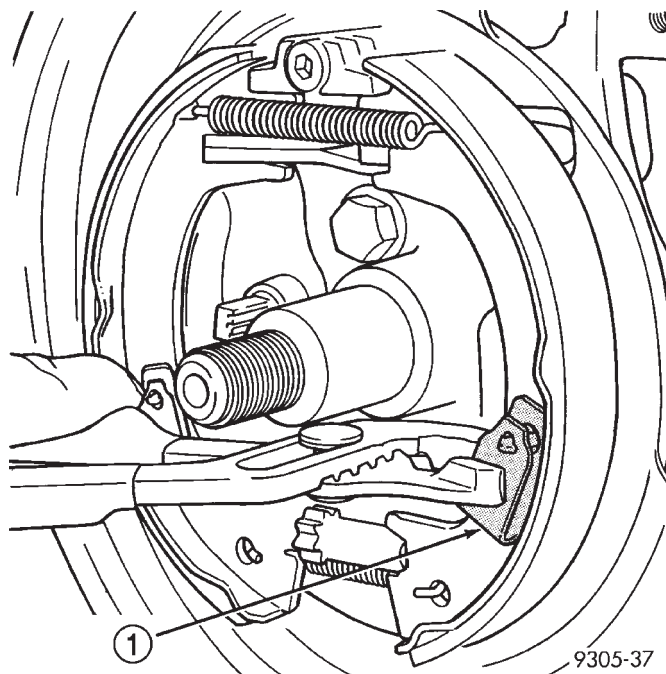
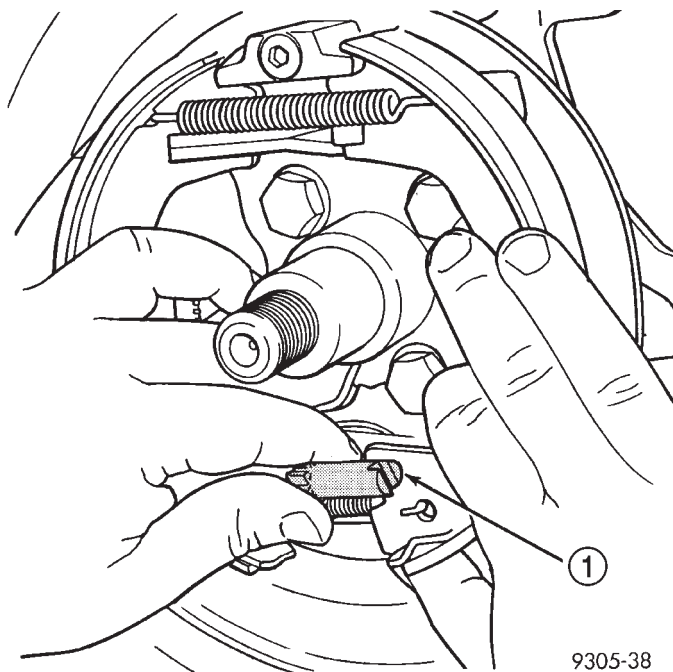

Fig. 22 Collarín de sujeción de zapata de freno trasero
Fig. 23 Conjunto de ajustador de zapata de freno de estacionamiento
- (1) Eleve el vehículo. (Consulte LUBRICACION & MANTENIMIENTO/ELEVACION - PROCEDIMIENTO CONVENCIONAL).
- (2) Retire el conjunto de llanta y neumático trasero del vehículo. (Consulte el grupo 22 - NEUMATICOS/LLANTAS - DESMONTAJE).
- (3) Retire el conjunto de calibrador de freno de disco trasero del rotor de freno y consérvelas fuera de la zona de trabajo. (Consulte el grupo 5 - FRENOS/HIDRAULICOS/MECANICOS/PASTILLAS DE FRENO/ZAPATAS - DESMONTAJE).
- (4) Retire el rotor de freno trasero. (Consulte el grupo 5 - FRENOS/HIDRAULICOS/MECANICOS/ROTORES - DESMONTAJE).
- (5) Retire la cubierta guardapolvo de la maza y cojinete traseros.
- (6) Retire la tuerca de retención y la arandela del conjunto de maza y cojinete trasero.
- (7) Retire el conjunto de maza y cojinete trasero de la mangueta trasera.
- (8) Retire el collarín de sujeción del conjunto de zapata de freno trasero (Fig. 22).
(9) Gire la rueda del ajustador de zapata de freno hasta que el ajustador se encuentre en su longitud más corta.
(10) Retire el conjunto del ajustador de los conjuntos de zapatas de freno de estacionamiento (Fig. 23).
(4) Instale el conjunto de ajustador de zapata de freno con la rueda estrellada hacia la parte trasera (Fig. 23).
(5) Instale el collarín de sujeción de la zapata de freno trasero (Fig. 22).